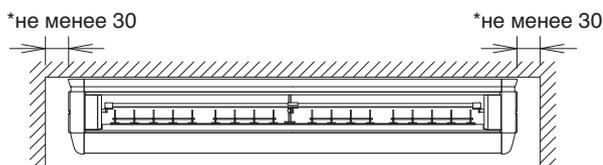
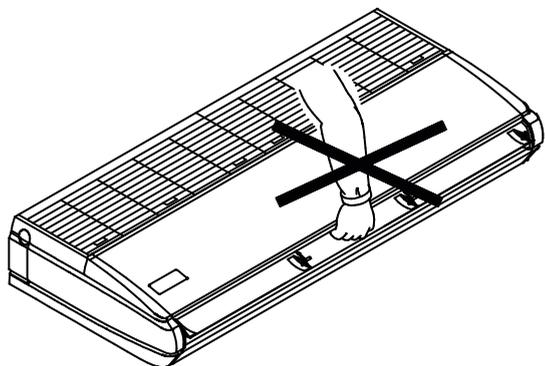

Рис. 1
Рис. 2
- (1) Выберите место для установки, одобренное заказчиком и соответствующее следующим условиям.
- С наличием свободного пространства, достаточного для установки и технического обслуживания. (См. рис. 1 и рис. 2)
- Рассчитать по графику или таблице минимальную площадь помещения. См. рис. 1 на обратной стороне лицевой крышки.